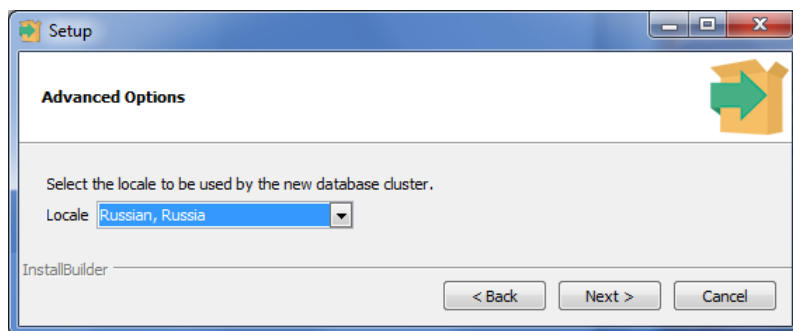

Рис. 5.9. Выбор локали
- Выберите локаль для инициализации кластера базы данных и нажмите кнопку Next (Рис. 5.9).